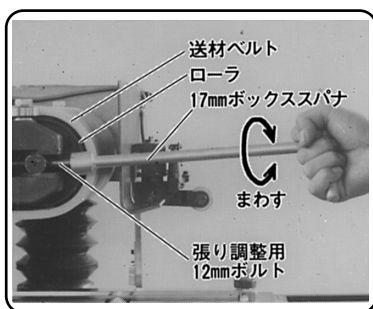

図 8
送材ベルト (図 8 参照) にごみや切りくずが付着していると誤動作の原因となります。送材ベルトに付着しているごみや切りくずは取除いてください。
注 • 送材ベルト(図8参照)にシリコンスプレー液がかかると、木材がスリップする原因となります。
⑫ 停止スイッチ	 を押すと、送材ベルト (図 8 参照) が停止します。
張り具合は、送材ベルトの回転を見ながら手前および奥側の張り調整用12mmボルト2個を付属の17mmボックススパナで交互にまわして調整します。（図8）